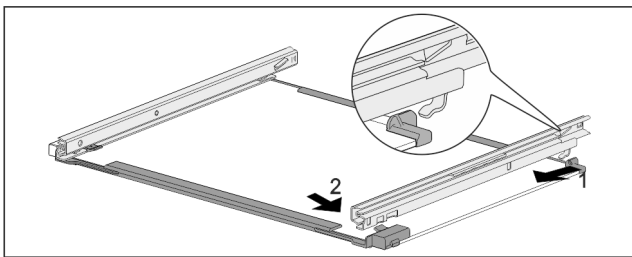

Fig. 72 Glasplaat met rails
- ▶ Rail achter vasthaken. Fig. 72 (1)
- ▶ Rail voor vasthaken. Fig. 72 (2)